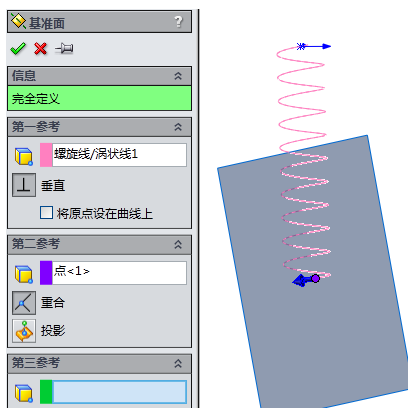

图 7-106 设置参考面
**04** 建立基准面。在菜单栏中选择“插入”→“参考几何体”→“基准面”命令，或者单击“特征”工具栏中的“基准面”图标按钮。在属性管理器中，选择螺旋线本身和起点为参考实体，如图 7-106 所示。单击“确定”图标按钮, 完成基准面的创建，系统默认该基准面为“基准面 1”。